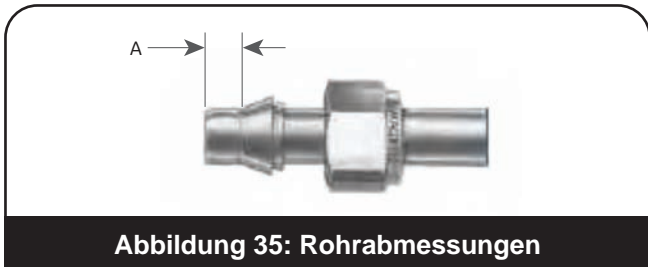

Abbildung 35: Rohrabmessungen
2. Installieren Sie die Rohre mit 9,53 mm (0,375") Außendurchmesser (Dimensionierung der Rohre siehe Tabelle 12) in die Verschraubungen für die Einlass- und Domanschlüsse. Stellen Sie sicher, dass die Rohrenden vor dem Anziehen vollständig eingesteckt sind. Beginnen Sie mit dem Anziehen der Verschraubung. Vergewissern Sie sich etwa in der Mitte, dass die Swagelok-Abstandslehre (Swagelok Teilnr. MS-IG-468) ansetzbar ist. Fahren Sie mit dem Anziehen der Verschraubung fort, bis die Swagelok-Abstandslehre nicht mehr ansetzbar ist. Entfernen Sie sie nach dem Anziehen, um sicherzustellen, dass die Hülse das Rohr berührt. Siehe Tabelle 11 und Abbildung 35, um festzustellen, ob die Hülse richtig sitzt. Installieren Sie das Rohr wieder.